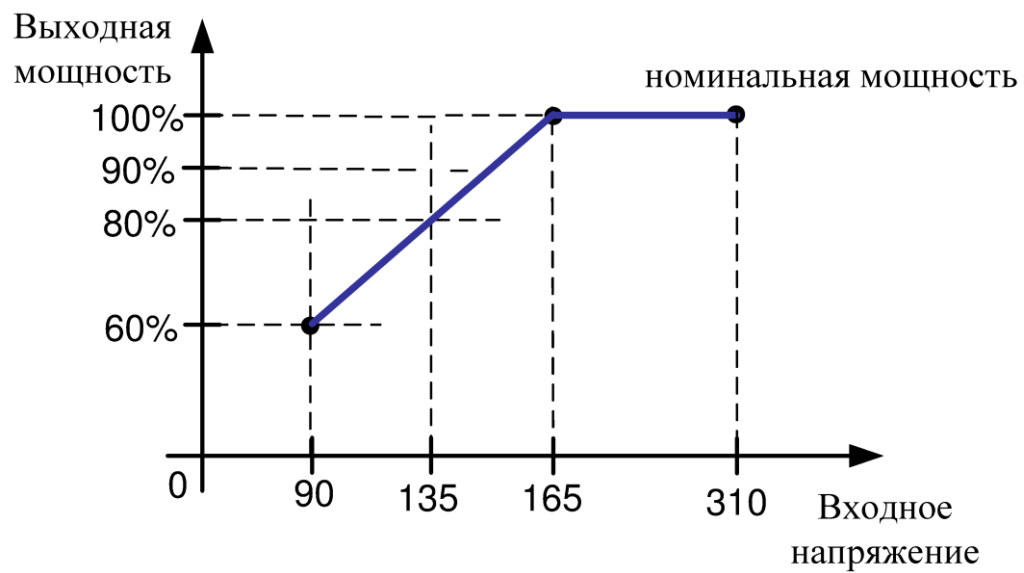

Рисунок 8 – Зависимость выходной мощности от входного напряжения
Зависимость номинальной выходной мощности стабилизатора от входного напряжения	Рисунок 8
**ВНИМАНИЕ!** Общая потребляемая мощность нагрузок, подключаемых к стабилизатору, не должна превышать номинальную выходную мощность устройства (таблица 3). Обратите особое внимание на изменение выходной мощности стабилизатора при изменении значения входного напряжения (рисунок 8), а также на наличие пусковых токов у подключаемого к стабилизатору оборудования.